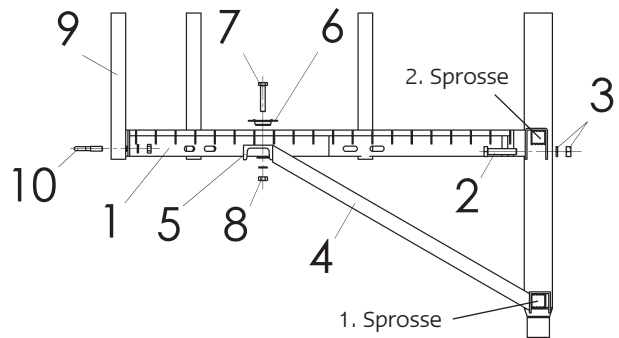

Abb. 26: Standrost für Rückenschutzkorb Typ 0529.2010
len sind mit Zink-Dickschichtlack Typ 0052.9010 zu lackieren und Rohrenden mit Kunststoffkappen zu verschließen. Die Rückenschutzverbindungsrohre werden direkt mit dem Standrost mittels Bügelschraube (Abb.26) und Muttern verschraubt. die 3/4 Rückenschutzbügel der einzelnen Leiterzüge sind mit einem verbindner zur Stabilisierung miteinander zu verschrauben.
2.8 Montage Standrost (Abb. 26)